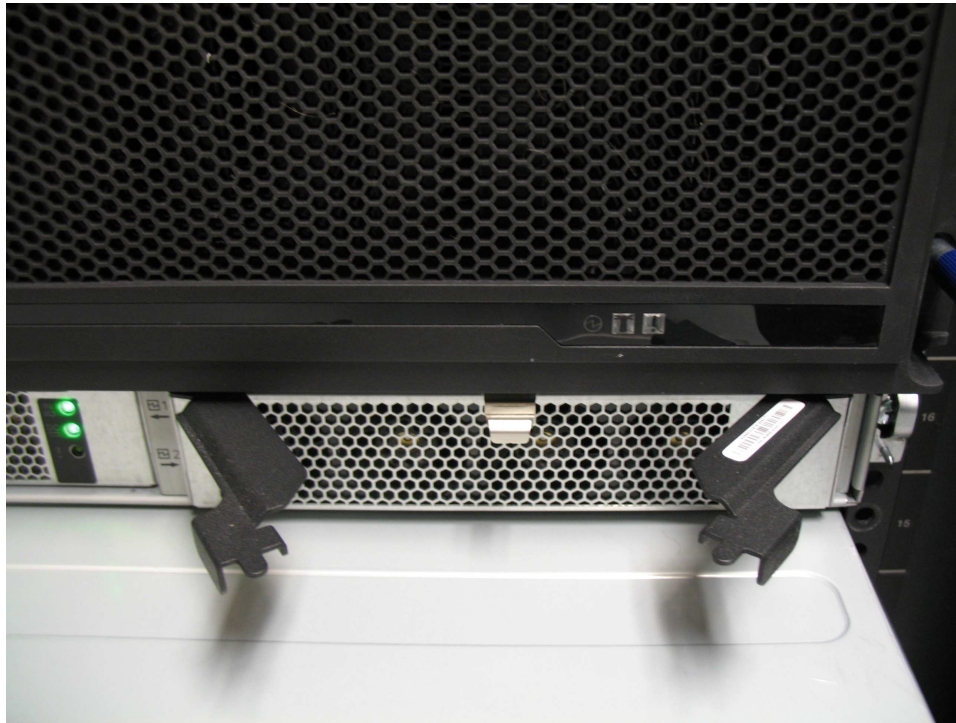

Figura 108. Soltar los tiradores de fuente de alimentación
Cada PSU proporciona refrigeración a la parte inferior del alojamiento. Asegúrese de que la segunda PSU del alojamiento está encendida y funcionando correctamente. Por ejemplo, en la Figura 108 en la página 124, la PSU 1 está operativa mientras que la PSU 2 se está retirando.
4. Gire los tiradores hacia afuera, como se muestra en la Figura 108.